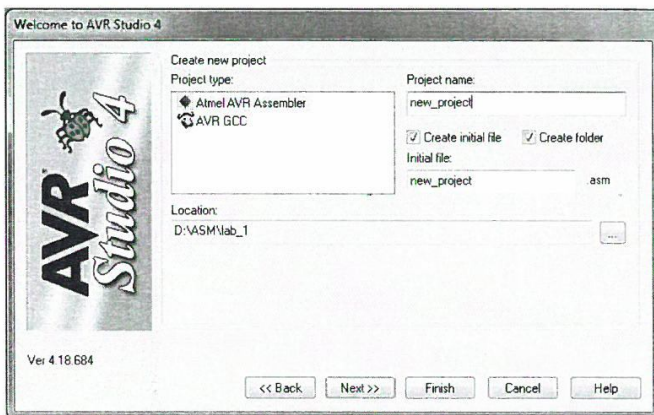

Рис. 2. Выбор языка программы
2. При выборе нового проекта появляется окно, в котором предлагается выбрать язык программы – Atmel Avr Assembler или Avr GCC (рис. 2).